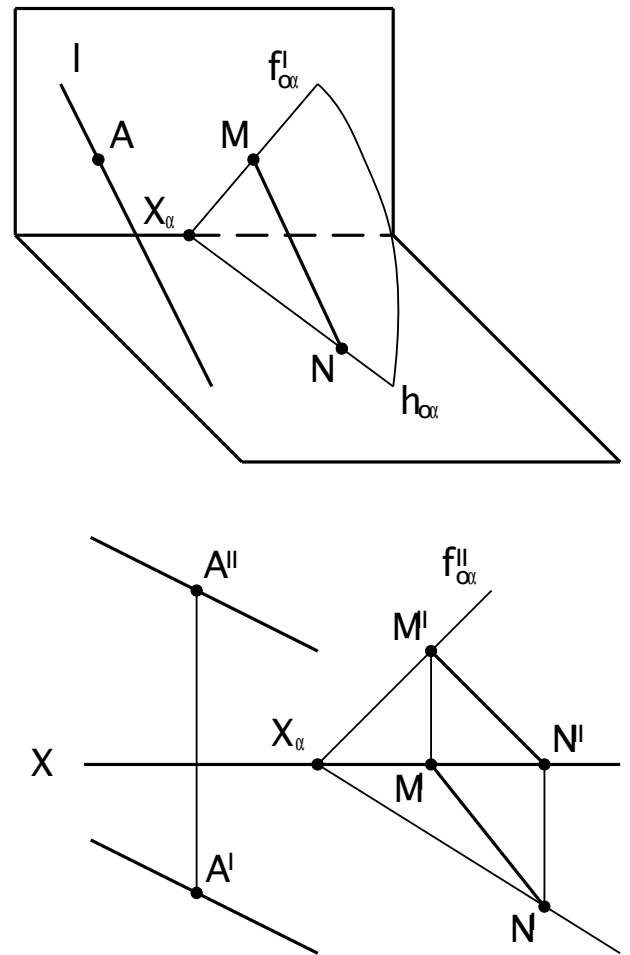

Рис. 20
3. Прямая параллельна плоскости, если эта прямая параллельна любой, прямой в плоскости (Рис. 20), (или, если через эту прямую можно провести плоскость, параллельную заданной).